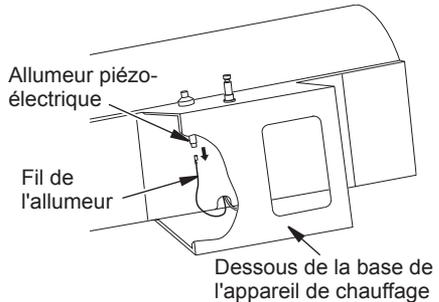

Figure 13 - Retrait du fil de l'allumeur piézo-électrique
2. Retirez le fil d'allumage noir de l'allumeur piézo-électrique. Le fil d'allumage se trouve sous le socle de l'appareil de chauffage (voir figure 13). Passez le fil vers le haut à travers l'encoche du panneau de garniture.